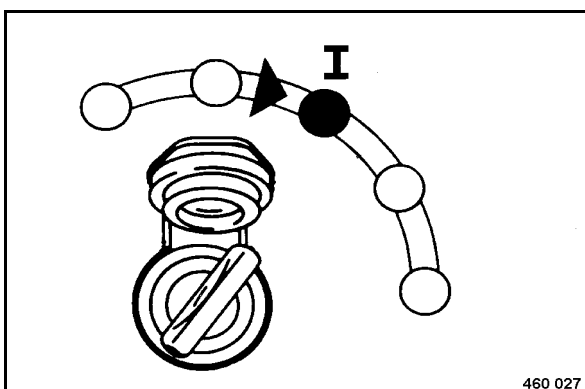

fig. 49
- Tourner la clé de contact (fig. 49) sur position "I".